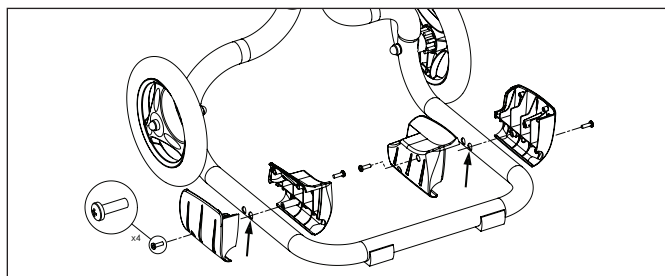

**Figura 9. Colocación de tapas de ruedas**
7. Coloque dos tapones (2) en las ruedas como se muestra en la figura 9.